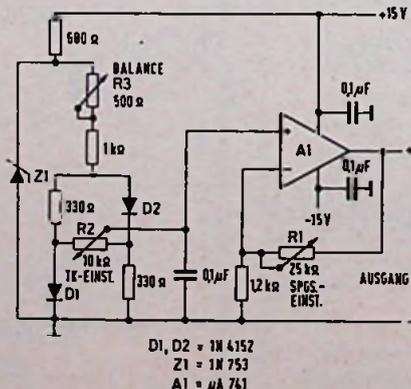

Bild 4. Schaltung einer Referenzspannungsquelle mit TK-Einstellung
Als Quelle (siehe dazu Bild 4) empfiehlt sich eine Schaltung, die es zuläßt, nicht nur die Ausgangsspannung mit dem Potentiometer R1 zwischen 0,7 und 13 V, sondern auch unabhängig davon den Temperaturkoeffizienten (TK) mit dem Potentiometer R2 zwischen $-0,3$ und $+0,3\%/^\circ\text{C}$ kontinuierlich einzustellen. Wenn man mit kleineren Bereichen auskommt, dann ist es möglich, R1 und R2 in Potentiometer und Festwiderstand aufzuteilen. Durch Verwendung von Mehrgang-Potentiometern ist eine hohe Einstell-Auflösung zu erreichen. Zum Justieren muß das Gerät der als Bezug dienenden Umgebungstemperatur ausgesetzt sein. Zunächst R1 und R2 auf Mitte drehen und R3 so lange verändern, bis die Spannung über R2 auf Null sinkt. Dann mit R1 die verlangte Ausgangsspannung und schließlich mit R2 den aufgabenbedingten TK einstellen. Wer sich von der einwandfreien Funktion überzeugen will, kann durch Erwärmen und Kühlen des Gerätes prüfen, ob die Werte den angegebenen Temperaturgang haben. Alle Widerstände und Halbleiter müssen thermisch gekoppelt sein, damit sie Änderungen der Umgebungstemperatur gleichmäßig folgen. Die Schaltung eignet sich auch für negative Ausgangsspannungen, wenn man die Dioden und die Speisespannung – außer für den Operationsverstärker A1 – umpolt. Als Operationsverstärker kommen die meisten handelsüblichen Ausführungen in Betracht. Ihnen läßt sich ein Ausgangsstrom bis zu 10 mA entnehmen. Für größere Ströme ist dem Operationsverstärker ein Leistungstransistor (npn bei positiver, pnp bei negativer Ausgangsspannung) als Emitterfolger nachzuschalten, und